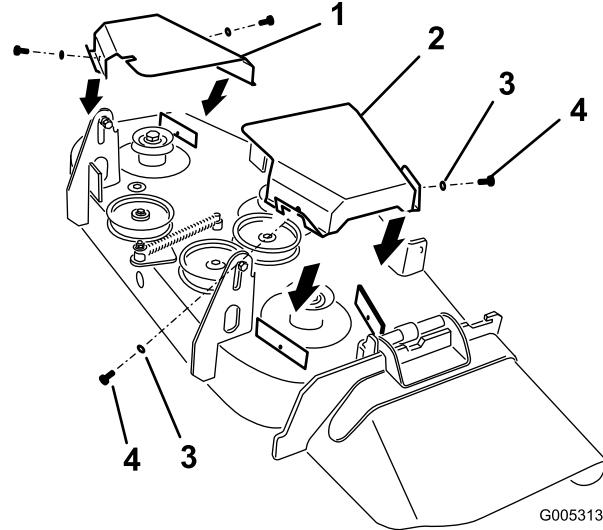

Bild 46
4. Nehmen Sie die zwei Schrauben und Scheiben an jeder Riemenabdeckung ab und nehmen Sie dann die Riemenabdeckung ab (Bild 46).
9. Bringen Sie die Riemenabdeckungen an den äußeren Spindeln wieder an (Bild 46).